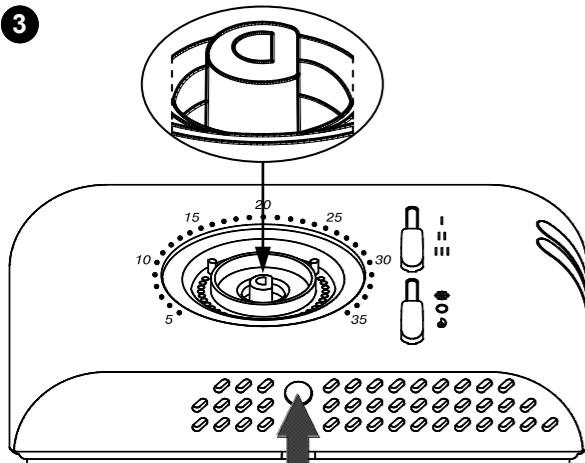

Fig. 4 - Abb. 4
- 3 À l'aide d'un tournevis, pousser la languette plastique située dans la fente en bas jusqu'à soulever légèrement la calotte (Fig. 4).
- ③ Drücken Sie mit einem Schraubendreher die runde Kunststoffflasche nach hinten (Abb. 4) und lösen den Gehäusedeckel.